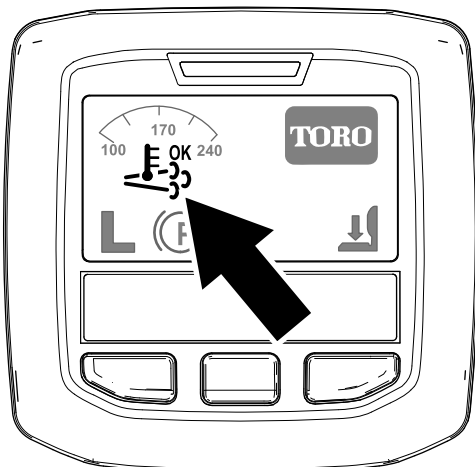

図 42
- インフォセンターに、アシスト/リセット再生アイコンが表示されます 図 42。